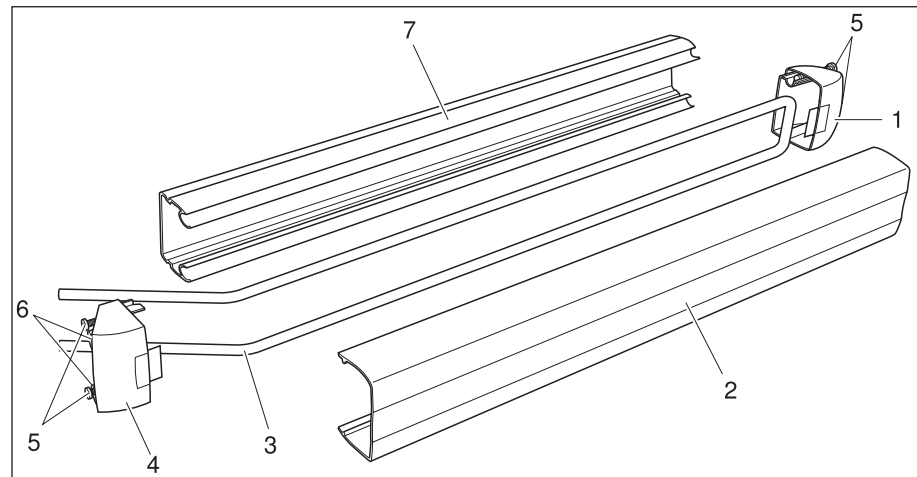

Fig. 6-5: Vista en conjunto de las piezas para la antena de transponder (consulte también el capítulo 11)
- Alinee la unidad inferior del porta bobinas (Pos. 7 en Fig. 6-5) de tal
3. Introduzca el cable de la antena (Pos. 3 en Fig. 6-5) formando un lazo en la boquilla de paso de cables.